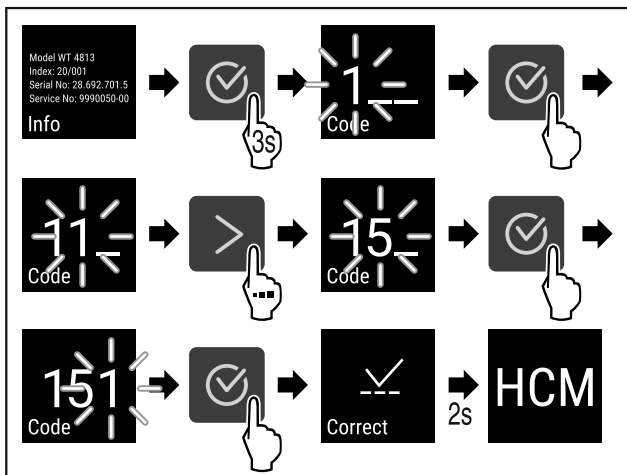

Fig. 61
- Eseguire i passi (vedere Fig. 61).